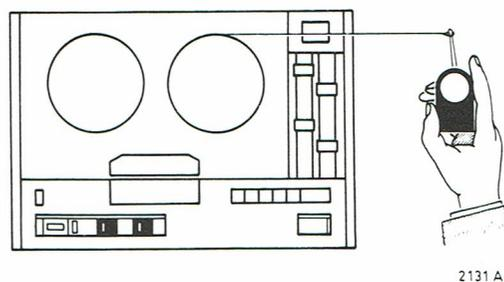

Fig. 11
#### Réglage de l'aimant de freinage et des freins (voir fig. 11, 12 et 27)
- La force de freinage des plateaux à bobine gauche et droit doit être d'environ  $1000 \text{ g/cm}$ . Cette force est mesurable à l'aide d'une bobine pleine et d'un dynamomètre de la façon représentée fig. 11. Pour les divers diamètres de bobine l'instrument de mesure doit indiquer les valeurs suivantes: